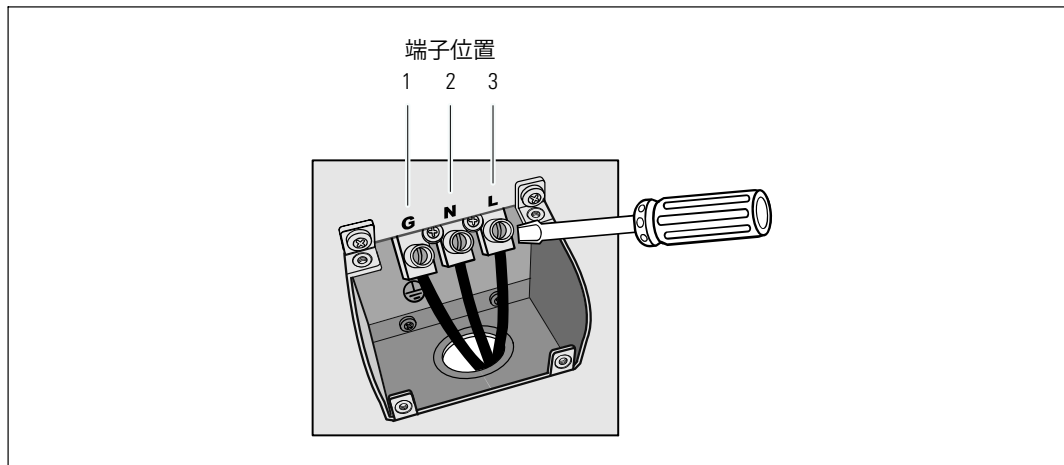

図 19. UPS入力端子台
- 6 図 19および表 1に従い、入力線およびアース線を端子台に取り付けてください。